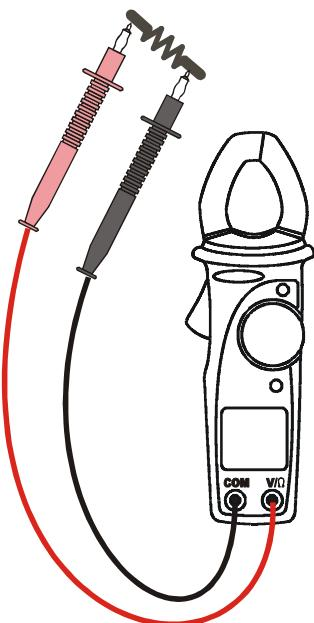

Fig. 7: Utilizzo della pinza per misure di resistenza
2. Inserire il cavo rosso nel terminale di ingresso V/ Ω e il cavo nero nel terminale di ingresso COM, come mostrato in Fig. 7.